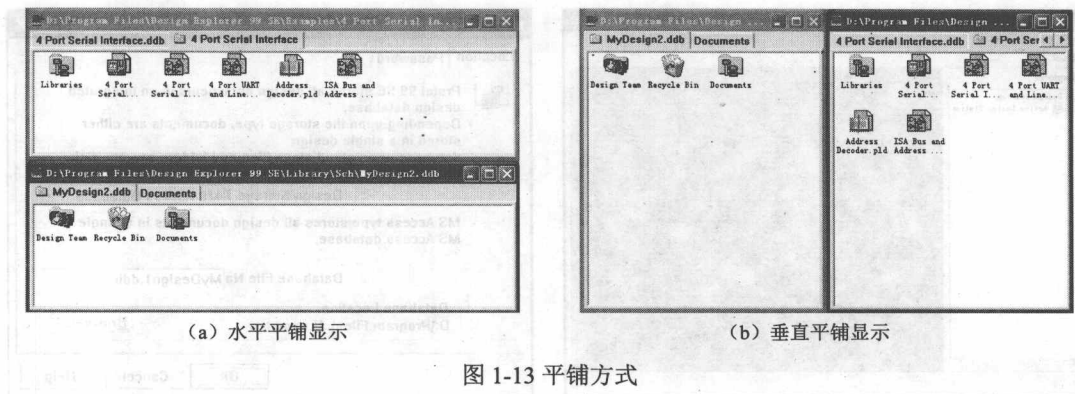

图 1-13 平铺方式
① **Tile**: 将打开的各个设计数据库的工作窗口以平铺的方式显示。平铺方式分为 **Tile Horizontally** (水平平铺) 和 **Tile Vertically** (垂直平铺) 两种形式, 执行相应的命令即可。效果如图 1-13 所示。